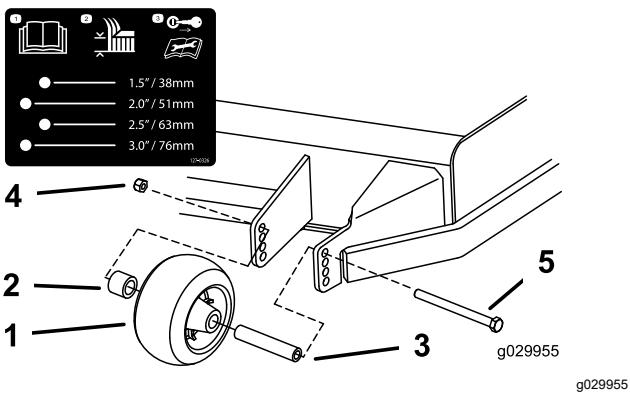

Рисунок 39
3. Отрегулируйте защитные валики, как показано на Рисунок 39.